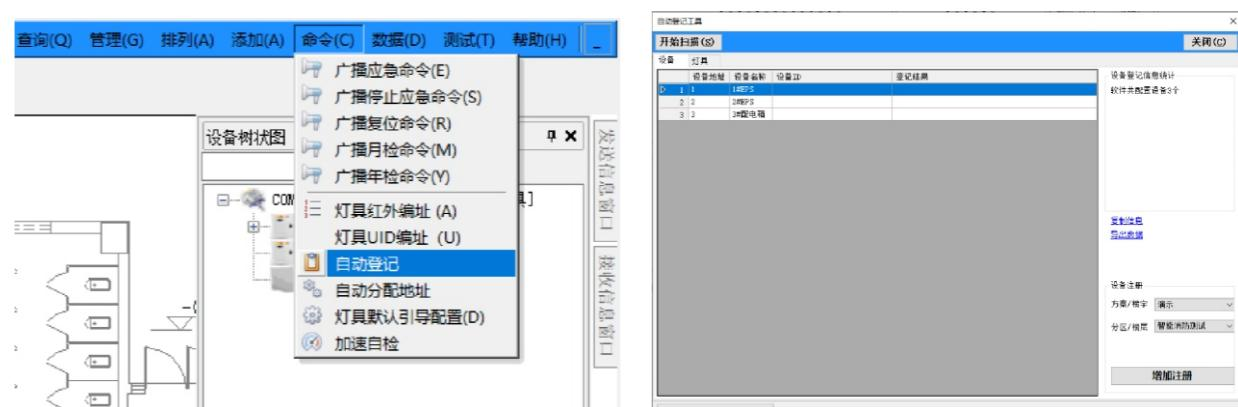

图7.3.1
③ 注册设备:点击功能菜单区的命令菜单,点击自动登记。打开自动登记窗口后,点击开始扫描,待扫描完成后,点击增加注册按钮即可(如图7.3.1)。(注意:请不要对自动登记内的灯具进行保存注册,仅注册设备即可!)